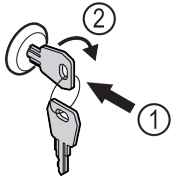

Fig. 150
- ▶ Trykk inn nøkkelen Fig. 150 (1).
- ▶ Vri nøkkelen 90° med klokka Fig. 150 (2).